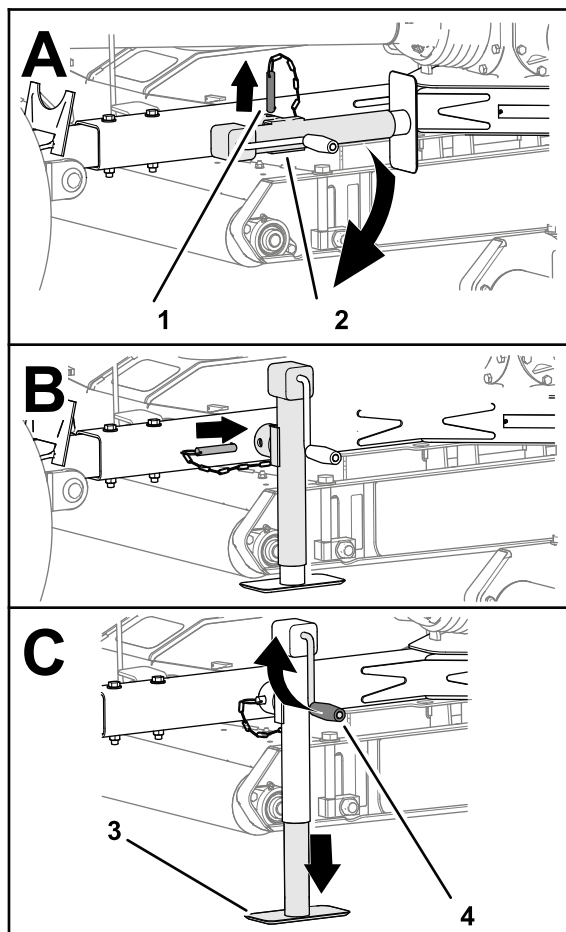

Figura 17
- Retire o pino e rode a barra de reboque na vertical (Figura 17).
- Alinhe o orifício na barra de reboque com o orifício no macaco (Figura 17).
- Insira o pino através dos orifícios na barra de reboque e no macaco (Figura 17).
- Rode a pega do macaco para subir completamente o tapete do macaco; consulte Figura 17 em Sustentar o cortador com o macaco (página 14).